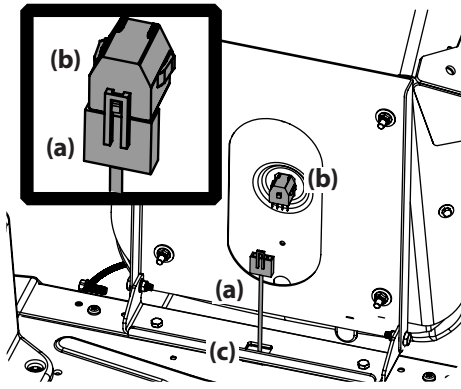

Figure 2-13
3. Si nécessaire, connectez le faisceau de l'interrupteur du siège (a) à l'interrupteur (b). Voir Figure 2-13. Assurez-vous que l'excédent des fils soit bien inséré dans le trou (c) du support du siège.